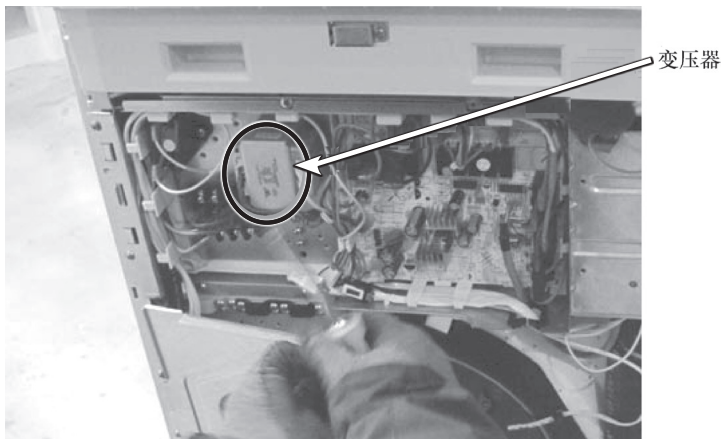

图 6-16 变压器位置
3) 用万用表电阻档测量插头阻值为无穷大，说明变压器一次回路有断开故障，如图 6-16 所示变压器位置。